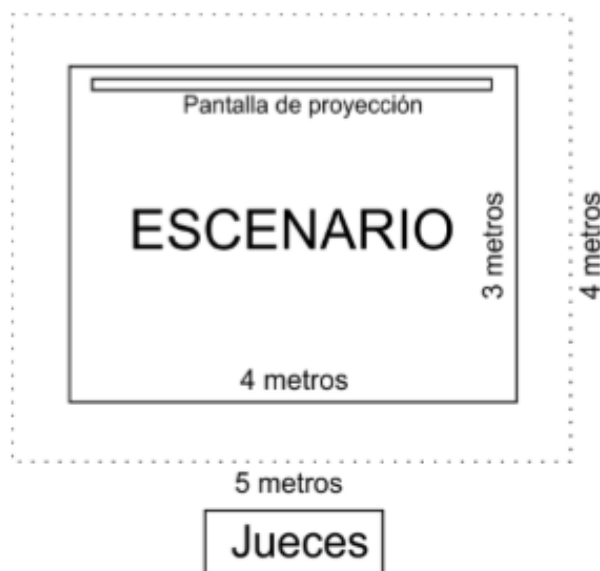

Ilustración 4 Escenario de la categoría de coreografía robótica
11. El escenario cuenta con las siguientes características y medidas (ilustración 4).